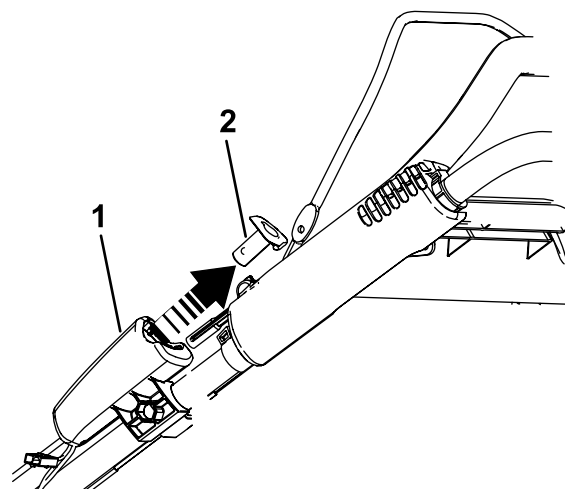

Figure 23
1. Retirez le bouton de démarrage électrique (selon l'équipement) ; voir Figure 23.